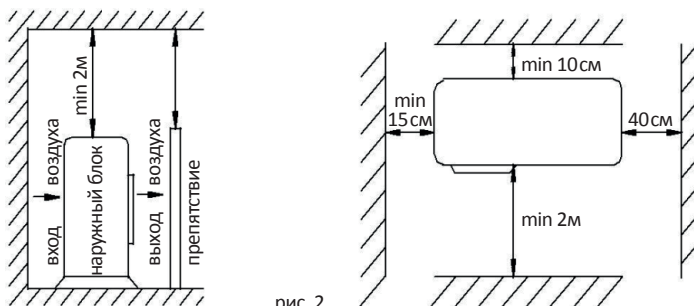

рис. 2
- установочное расстояние обязательно должно соответствовать рис.2 .